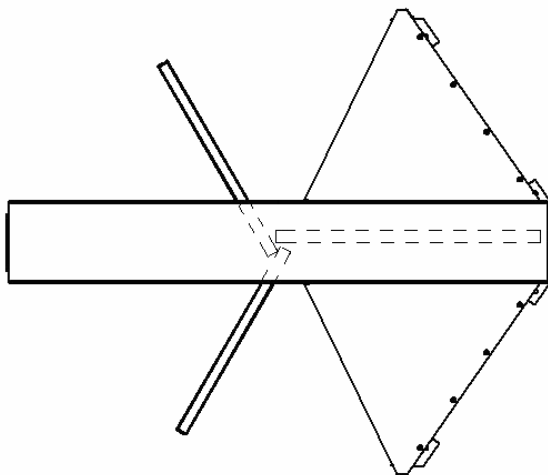

Рисунок 11. Исходное положение створок турникета (вид сверху) для бесшлюзовых режимов работы
2. Придерживая полумуфты, отверните болты муфтового соединения (16) и снимите полумуфты;
- Для обеспечения возможности работы турникета в **бесшлюзовых** режимах перекройте зону прохода **одной** створкой, расположив ее вдоль оси симметрии монтажных отверстий в направлении к стыку секций (6) и (7) формирователя прохода (см. рис. 11).